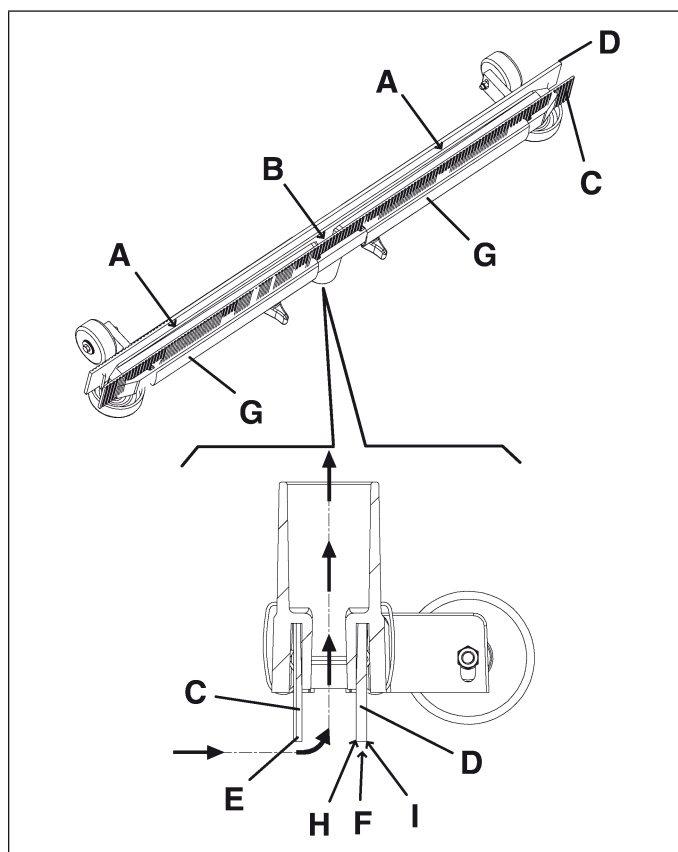

Figure 17
5. Laver et nettoyer l'embouchure, en particulier les compartiments de convoyage (A, Fig. 17) et l'orifice d'aspiration (B) de la saleté et des déchets.
6. Contrôler que la lamelle en caoutchouc avant (C, Fig. 17) et la lamelle en caoutchouc arrière (D) sont intactes et qu'elles ne présentent pas de coupures ou déchirures ; en cas contraire, les remplacer (voir la procédure au paragraphe suivant).
2. Contrôler que le bord (E, Fig. 17) des lamelles en caoutchouc avant et le bord (F) de la lamelle en caoutchouc arrière se posent simultanément sur le plan, et en toute leur longueur; en cas contraire, régler leur hauteur en procédant comme suit :
- régler la lamelle en caoutchouc avant (C, Fig. 17) et arrière (D) après avoir déposé les ressorts de fixation (G)
3. Contrôler que la lamelle en caoutchouc avant (C, Fig. 17) et la lamelle en caoutchouc arrière (D) sont intactes et qu'elles ne présentent pas de coupures ou déchirures; en cas contraire, les remplacer en procédant comme suit. Contrôler que l'arête (H) de la lamelle en caoutchouc arrière n'est pas usée; en cas contraire, tourner la lamelle en caoutchouc, en remplaçant l'arête usée avec l'autre arête (I) si elle est encore intacte. Si l'autre arête est usée, remplacer la lamelle en caoutchouc, en procédant comme suit :
- remplacer (ou renverser) la lamelle en caoutchouc arrière (D, Fig. 17) après avoir déposé les ressorts de fixation (G)